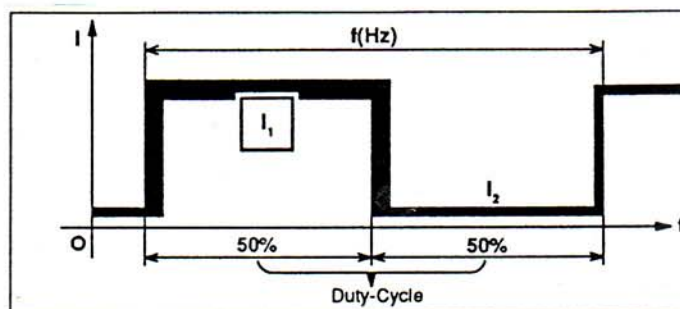

Fig. 15
2) Exemple de réglage (Fig. 15) :